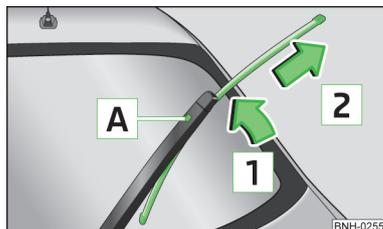

Fig. 143
- Sollevare il braccio del tergicristallo dal cristallo in direzione della freccia **1** » fig. 143.